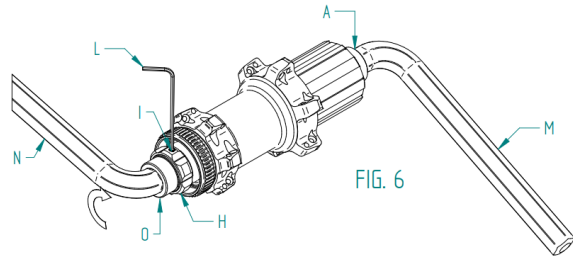

FIG. 6
- Inserite una chiave a brugola da 12 (M) sul lato destro del mozzo (Fig. 6).
- Bloccate lo scontro mobile (O) con chiave a brugola (M) a 15 Nm (Fig. 6).
Se necessario effettuare una registrazione del mozzo agendo sulla ghiera (H) (Fig. 6):
- Allentate il grano (I) con una chiave a brugola (L) (Fig. 6).
- Richiudete il grano (I) (Fig. 6).